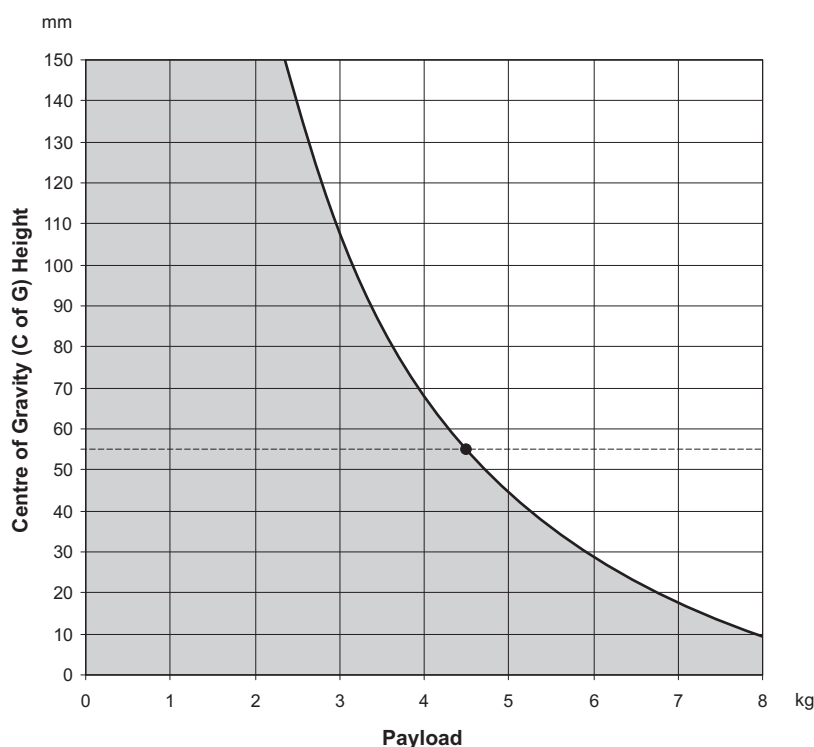
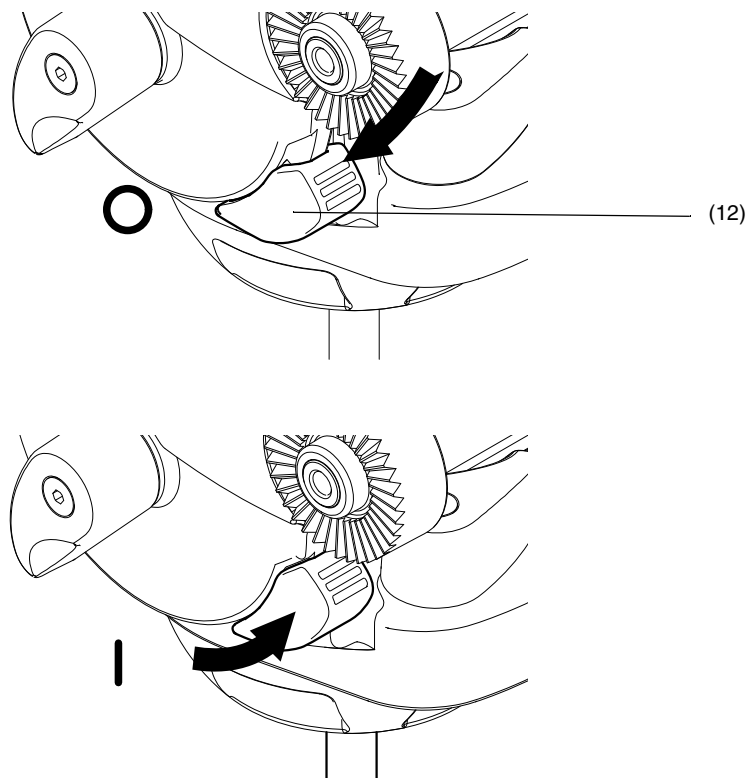

Fig. 4
Fig. 5
PRO-5^{plus} パン・チルトヘッドの 2 段バランスシステムは、重心位置 (C of G) 55 mm (2.2 インチ) で最高 4.5 kg (9.9 ポンド) までの搭載荷重に対応して設定されており、設定を解除してチルト軸を自由に回転にすることも可能です。グラフ (Fig. 4) に、最適な性能を得るための重心位置と搭載荷重の関係を示しています。
PRO-5^{plus} ヘッドのバランスシステムはオンオフを切り替えることができ、重心位置 55 mm (2.2 インチ) のとき搭載荷重 4.5kg (9.9 ポンド) に設定されています。グラフ (Fig. 4) に、最適な性能を得るための重心高さ と 搭載荷重 の関係を示しています。
バランスセレクトタ (12) を使用すると、2つのバランスレベルを利用できます。セレクトタ (12) を下方 (Fig. 5) に押し下げると、カウンターバランスシステムなしでチルト軸を自由に回転できます。セレクトタ (12) を上方 (Fig. 5) に持ち上げると、バランス調整機能は最大になります。(Fig. 4)
パンバー (5) を使用して、ヘッドを前後にチルトさせます。ヘッドがはね返る傾向がある場合は、バランスシステム (12) を解除して十分にチルトドラッグ (1) してカメラチルトを適切にコントロールします。ヘッドが落下しやすい場合は、搭載荷重がヘッドの容量 (Fig. 4) を超えています。可能であれば、すべての補助機器の重心位置を下げるか、またはすべて取り外してください。